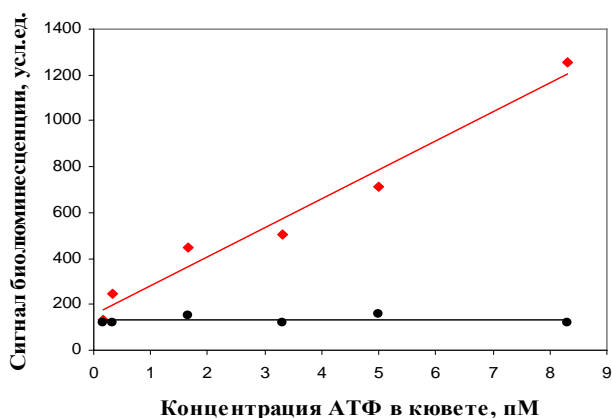

Рисунок 1.
3. После включения адаптера в сеть на индикаторе прибора появится информация (пример на рис. 1). На экране может появиться сообщение «заккрыть», это значит, что нужно закрыть кюветное отделение, чтобы прибор мог правильно провести калибровку.
Результаты испытания чувствительности измерения концентрации АТФ (рисунок 1). Предел обнаружения АТФ в условиях эксперимента составил  $1,1 \cdot 10^{-12}$  моль/л или  $1,1 \cdot 10^{-15}$  моль/мл, что соответствует требованиям п.4.1.5 ПМ При.